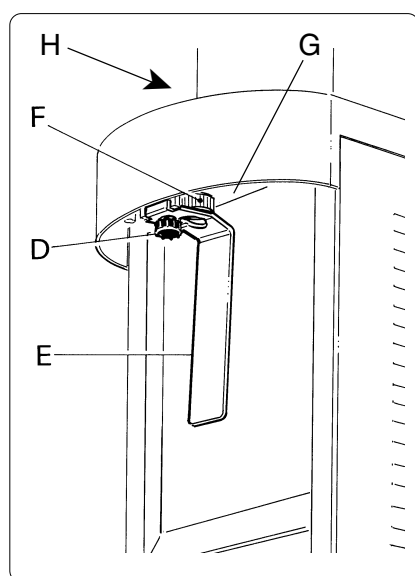
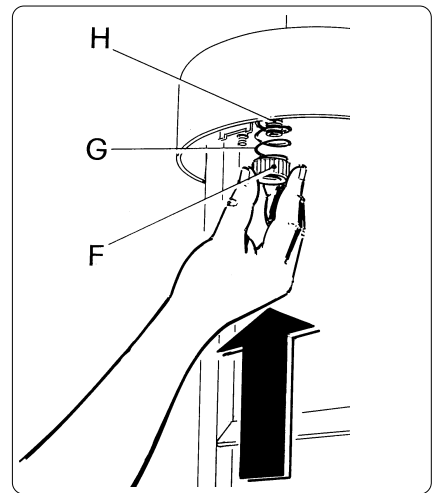

Fig. 5
Fig. 6
- Destornillar el pomo (D), extraer la palanca (E), destornillar la arandela dentada (F) y el muelle (G) a continuación extraer el anillo (H) desde la parte superior (fig. 5).
- Limpiar detenidamente el recipiente (A), la paleta mezcladora (C) y todos los componentes que forman el grifo, con agua caliente y detergente para lavavajillas.
- Para volver a montar el grifo proceder como sigue (fig. 6,7 y 8):
- colocar el anillo (H) desde la parte superior;
- desde la parte inferior colocar el muelle (G) y la arandela dentada (F) empujandola hacia arriba y al mismo tiempo atornillándola en el sentido horario.
- Para volver a montar la paleta mezcladora (C) apoyarla sobre el propio árbol de rotación sin ejercitar una fuerza excesiva.
- Para volver a montar el recipiente (A) humedecer con agua su guarnición y empujarlo con dos manos desde la parte superior hacia abajo, de manera que se alinee completamente con su sede.